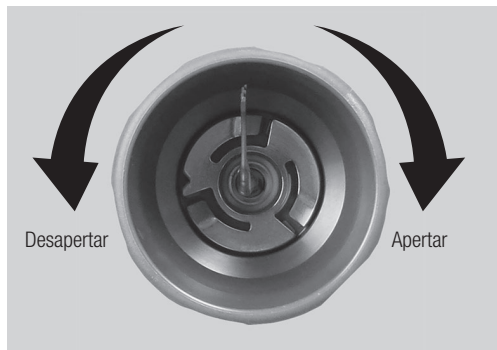

Fig. 17
3) Rode a chave no sentido dos ponteiros do relógio (Fig. 17 e 18) até ouvir um clique e não conseguir rodar mais.
\*Rode a chave no sentido contrário ao dos ponteiros do relógio conforme mostrado na Fig. 17 e 18 para remover a ponta.